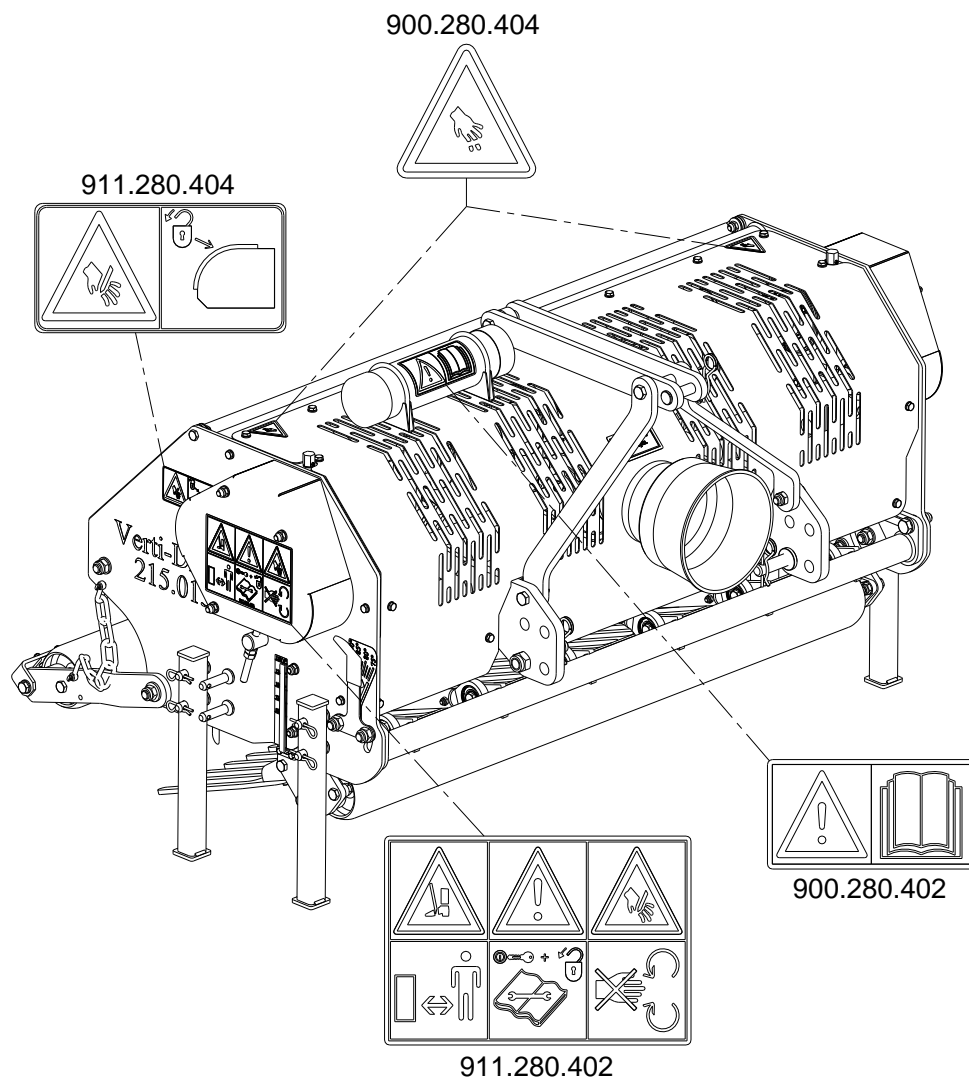

Bild 7
(7) Placering säkerhetsdekal. (Bild 7)